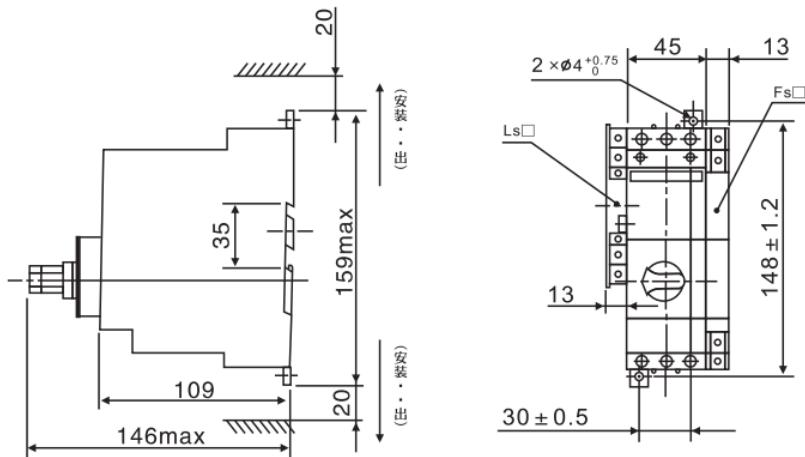

图6 不带热磁脱扣器配置图
6.1 B框架3极KB0-12A、16A、18A产品（不带热磁脱扣器）配置的外形及安装尺寸见 图6。